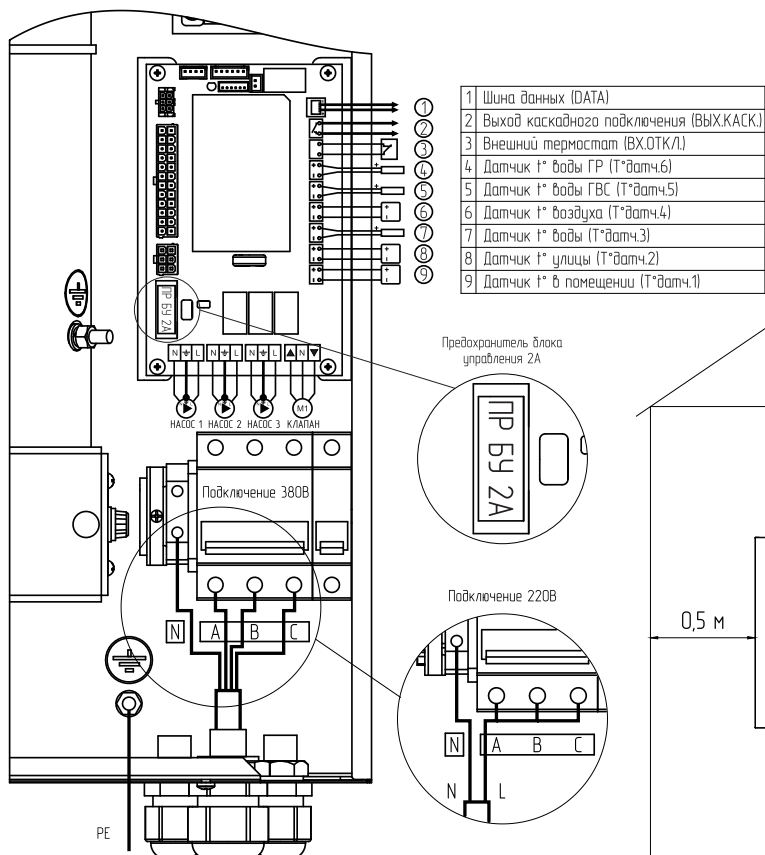

Рис.3 Схема подключения электроводонагревателя
Схема присоединения электроводонагревателя к питающей сети, датчикам температуры, циркуляционному насосу и клапану приведена на Рис.3.
- Подключить электроводонагреватель к трехфазной сети переменного тока 380 В, 50 Гц, для этого присоединить рабочий нулевой провод на клемму нейтраль (N) электроводонагревателя, фазные провода на клеммы А, В, С вводного автомата. Защитный нулевой провод (РЕ) подключить на болт «ЗАЗЕМЛЕНИЕ» (см. Рис.3);
- При питании электроводонагревателя от однофазной сети переменного тока 220 В, 50 Гц присоединить рабочий нулевой провод на клемму нейтраль (N) электроводонагревателя, а фазный на клеммы А, В, С вводного автомата, защитный нулевой провод (РЕ) должен подключаться к клемме «ЗАЗЕМЛЕНИЕ» (см. Рис.3). Для соединения клемм А, В, С вводного автомата в комплекте имеется специальная перемычка (только для ZOTA «Solid»-4,5; ZOTA «Solid»-6; ZOTA «Solid»-7,5; ZOTA «Solid»-9), которая устанавливается на вводных клеммах автомата (см. Рис.3);
- Присоединить датчики температуры воздуха помещения (tдатч1) и на улице (tдатч2) к колодкам на блоке управления, проводом с сечением не менее 0,5 кв.мм и длиной до 20 м как показано на Рис.3. Необходимо строго соблюдать полярность, обозначенную на схеме при подключении датчиков температуры. Маркировка проводов датчиков температуры воздуха: красный (+), синий (-).
- Присоединить провода (L, N, заземление) от насосов к соответствующим контактам на клеммной колодке котла как показано на Рис.3. Мощность, потребляемая каждым насосом не должна превышать 200 Вт.
- При необходимости присоединить провода (откр_общ_закр) от двигателя трехходового смешивающего клапана к соответствующим контактам на клеммной колодке котла как показано на Рис.3. Мощность двигателя привода не должна превышать 20 Вт при напряжении ~220 В.